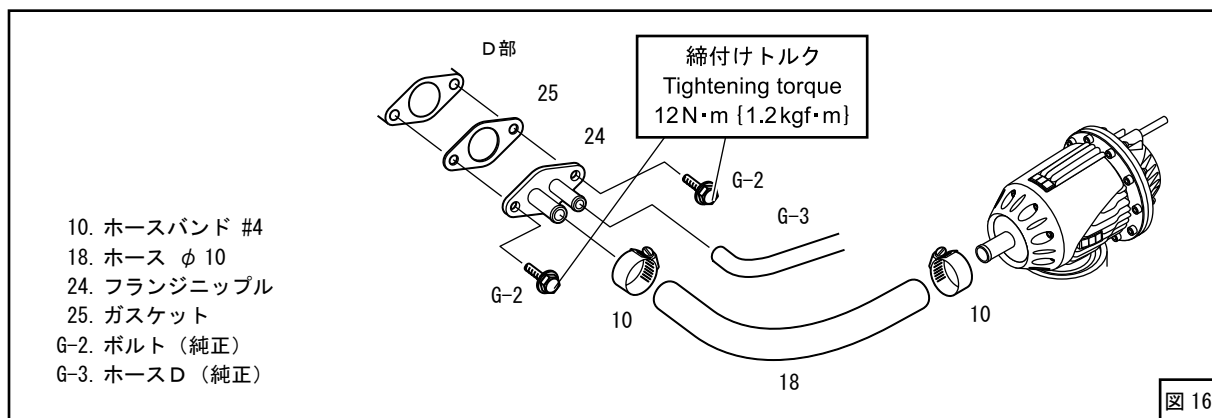

図16
- (4) D部にフランジニップルを取付けてください。(純正ボルト再使用) (図15、図16)
- (5) フランジニップルに純正ホースDとホースφ10を取付けてください。(図16)